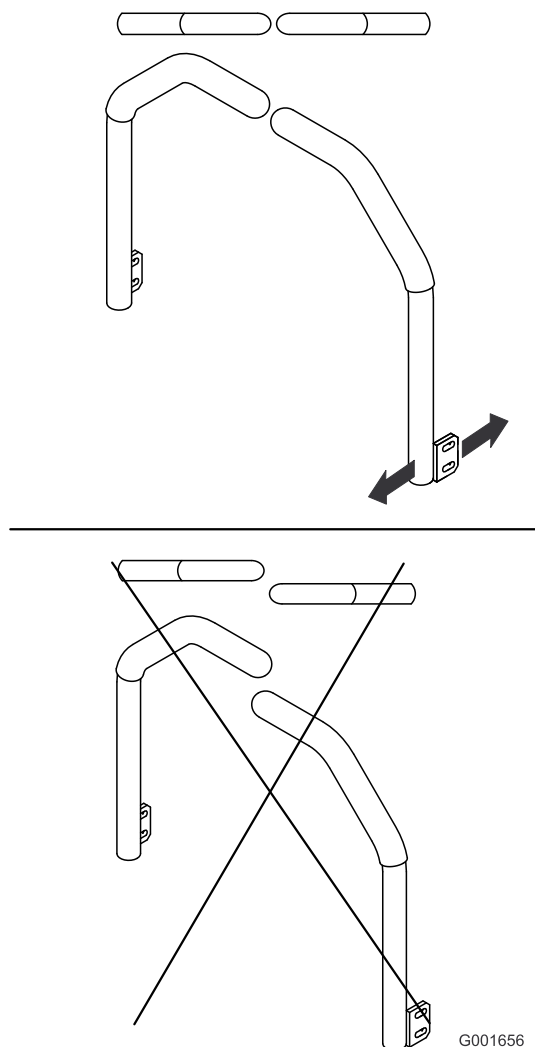

Bild 69
5. Stellen Sie die Fahrtriebshebel so ein, dass sie ausgerichtet sind (Bild 69) und ziehen Sie die Schrauben fest, um die Hebel an den Pfosten zu befestigen.